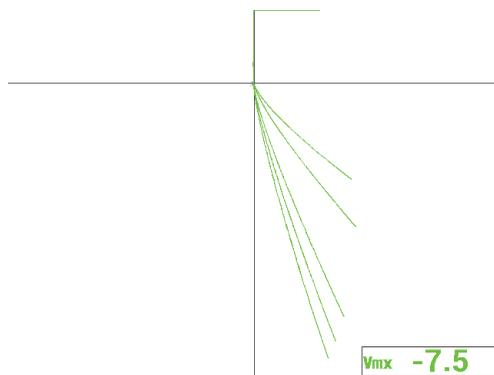

Рис. 5-77 Отображение влияния проводимости и магнитной проницаемости
11. Нажмите клавишу FULL NEXT (→) для переключения в полноэкранный режим, затем поочередно установите преобразователь на каждый образец для отображения влияния проводимости и магнитной проницаемости на импедансную плоскость (см. Рис. 5-77 на стр. 194).